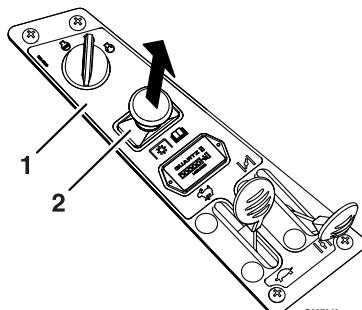

Figure 12
3. Tirez sur la commande des lames pour engager les lames (Figure 12).